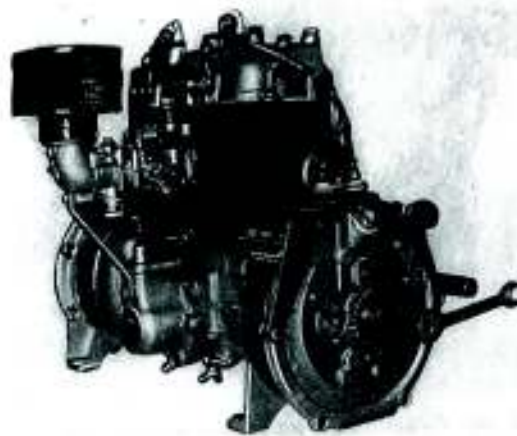

Bild 41. Starterritzel abziehen
3. Starterritzel abziehen (Bild 41).